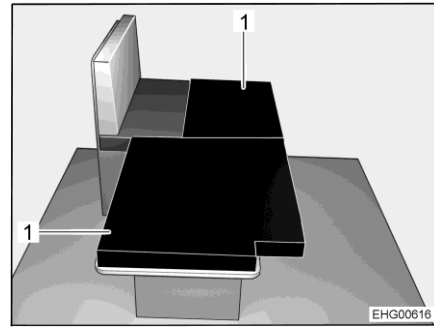

Bild 52 Nach dem Umbau
- Die beiden Zusatzpolster (Bild 52,1) wie abgebildet auf den abgesenkten Tisch legen.